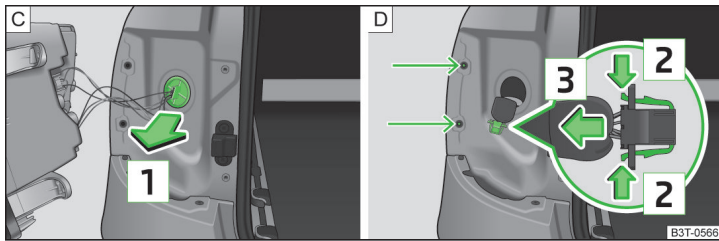
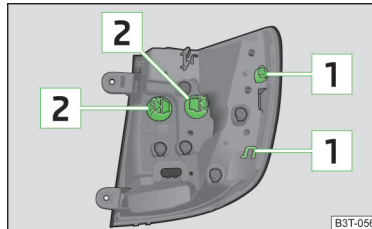

Abb. 207 Dichtung ausbauen / Leuchtenstecker
Abb. 208
- › Die Gummidichtung in Pfeilrichtung [1] ausbauen » Abb. 207 - [C].
- › Den Leitungsstrang mit dem Stecker abziehen » Abb. 207 - [D].
- › Die beiden Verriegelungen am Stecker in Pfeilrichtung [2] zusammendrücken » Abb. 207 - [D].
- › Die Gummidichtung in die Karosserie entgegen der Pfeilrichtung [1] einbauen » Abb. 207 - [C].
- › Die Rückleuchte mit den Öffnungen [1] » Abb. 208 auf Seite 232 in die Bolzen an der Karosserie stecken » Abb. 207 - [D].
- › Die Lampenfassung [2] » Abb. 208 entgegen dem Uhrzeigersinn drehen und aus dem Leuchtegehäuse herausnehmen.